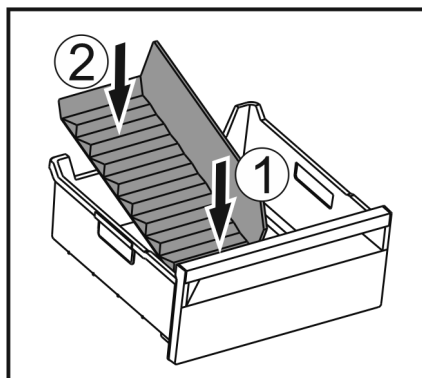

Fig. 68
- ▶ Поставете предната част на разделителя на отделението за лед. Fig. 68 (1)
- ▶ Спуснете задната част на разделителя на отделението за лед до дъното на чекмеджето. Fig. 68 (2)